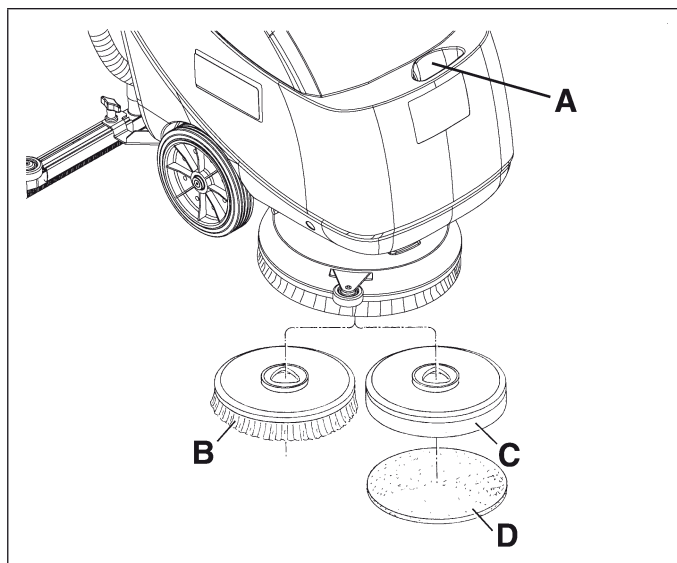

Figure 6
2. Rellenar el depósito de la solución detergente (A, Fig. 6) con un detergente adecuado.
*En la máquina pueden instalarse tanto el cepillo (B, Fig. 6) como el portafieltro (C) con fieltro (D), según el tipo de tratamiento de efectuar sobre el suelo.*
5. Posicionar el cepillo (B, Fig. 6), o el portafieltro (C) con fieltro (D), bajo de la cobertura.